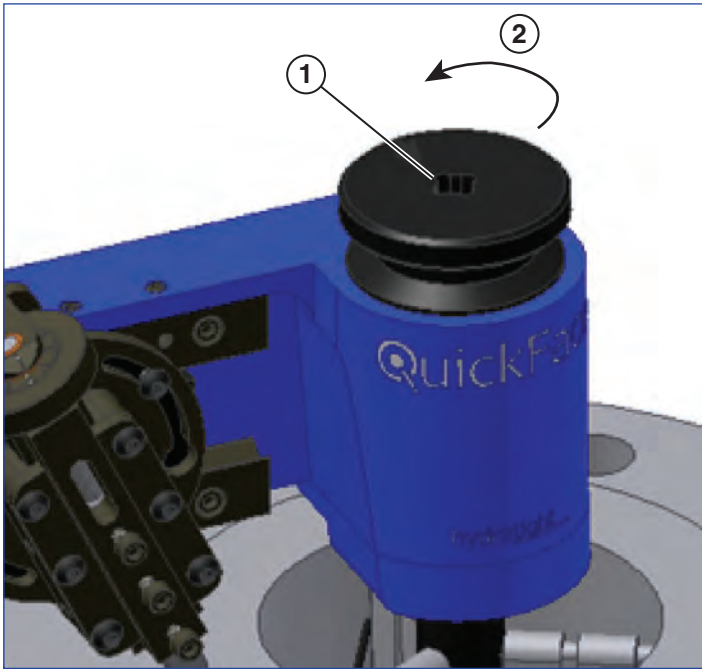

图 15
11. 如果此表面符合所需的结果，则通过逆时针转动心轴锁定旋钮拆卸机器（见图 15）。如果此表面需要再次切割，则重复步骤 4-11，直至完成为止。